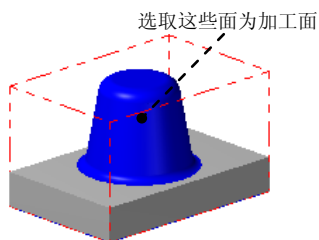

图 6.7.2 选取加工面
Step2. 选取加工面。在图形区中选取图 6.7.2 所示的曲面，然后按 Enter 键，系统弹出“刀路/曲面选择”对话框，采用系统默认的参数设置，单击 按钮，系统弹出“曲面精车-外形”对话框。